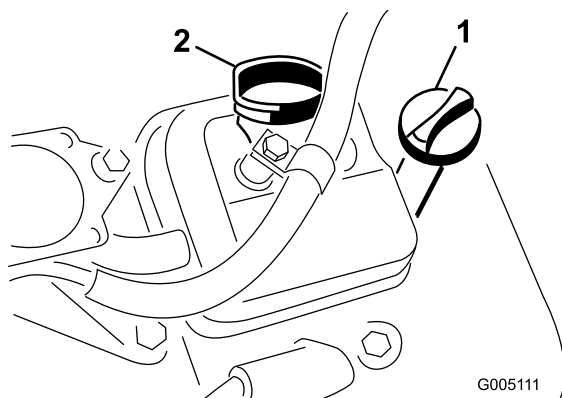

Figura 25
2. Svitare l'asta di livello e asciugatela con un panno pulito. Avvitare l'asta di livello nel relativo tubo e assicuratevi che sia fissata saldamente (Figura 25).